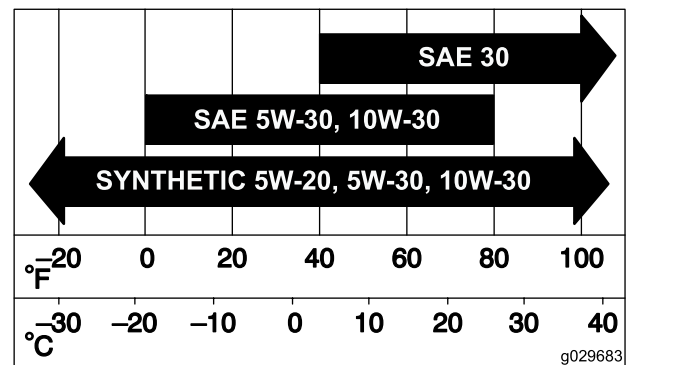

Figura 55
3. Abra los cierres del limpiador de aire y tire de la tapa de la entrada de aire para separarla del cuerpo del limpiador de aire (Figura 55).
5. Extraiga con cuidado el filtro del cuerpo del limpiador de aire (Figura 55).
2. Introduzca el filtro con cuidado en la carcasa del limpiador de aire (Figura 55).
3. Instale la tapa del limpiador de aire y fije los cierres (Figura 55).